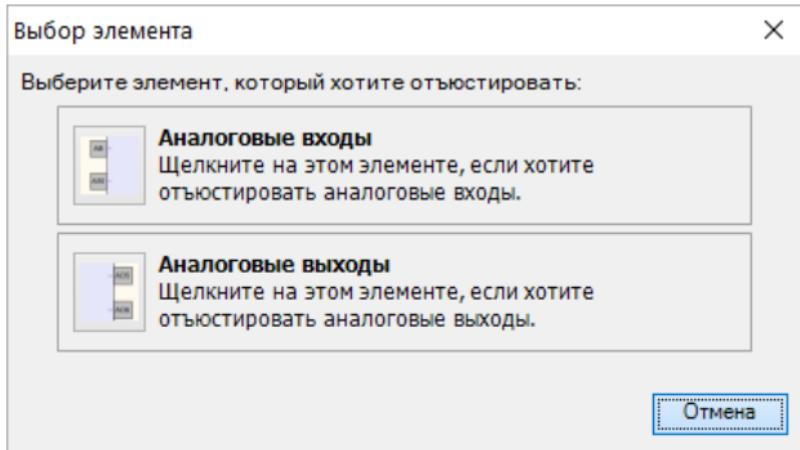

Рисунок 8.2 – Выбор входов/выходов
3. В диалоговом окне «Выбор элемента» выбрать пункт «Аналоговые входы» (см. *рисунок 8.2*).